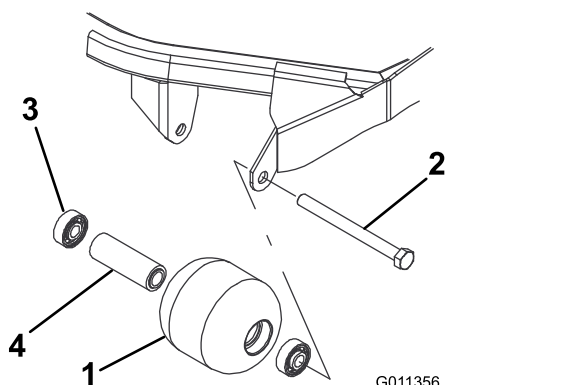

Figura 73
4. Verificate la presenza di eventuali danni sull'alloggiamento, sui cuscinetti e sul distanziale del cuscinetto del rullo (Figura 73). Sostituite tutti i componenti danneggiati e procedete con il loro montaggio.
1. Rimuovete il bullone di montaggio del rullo (Figura 73).
1. Montate il primo cuscinetto premendolo nell'alloggiamento all'interno del rullo (Figura 73). Premete soltanto sulla pista esterna o, in misura uguale, sulla pista interna ed esterna.
2. Inserite il distanziale (Figura 73).
3. Montate il secondo cuscinetto premendolo nell'alloggiamento all'interno del rullo (Figura 73). Premete in misura uguale sulla pista interna ed esterna, fino a quando la pista interna non tocca il distanziale.